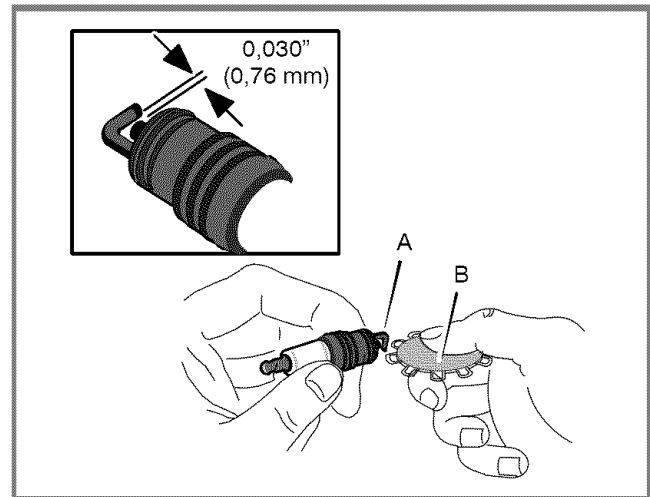

Figura 19: Revise la bujía
Revise la bujía cada 100 horas de operación de la unidad. Reemplace la bujía si al realizar una inspección encuentra que el electrodo (A) está quemado o gastado. Asegúrese de que la bujía esté limpia. Controle el entrehierro de la bujía usando un calibrador (B). Si es necesario, vuelva a establecerlo en 0,030" (0,76 mm). Ver (Figura 19).